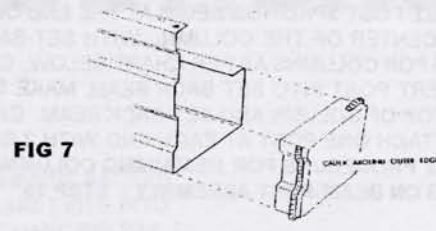

FIG 7
(A) CAULK AROUND EDGE OF FASCIA BLOCK (FIG. 7) INSERT ONE FASCIA BLOCK INTO EACH END OF GUTTER.